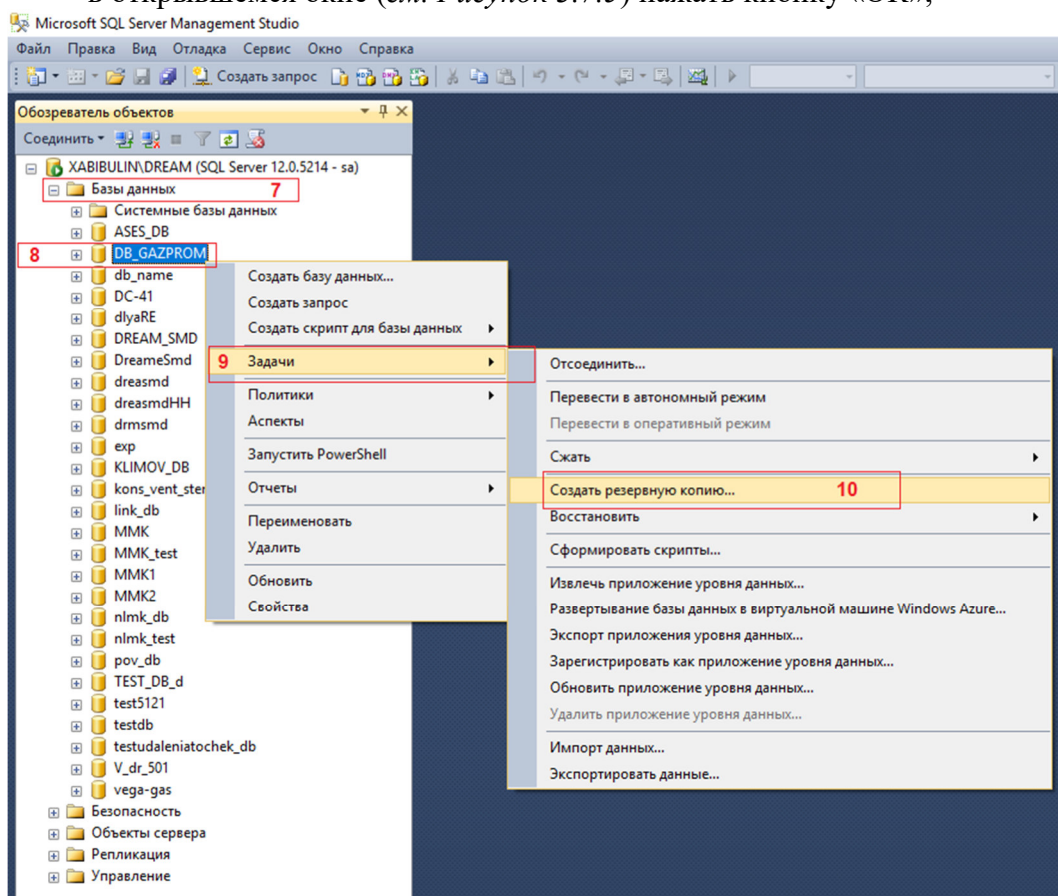

Рисунок 3.7.4
- после соединения с сервером, в новом окне (см. Рисунок 3.7.4) развернуть ветвь «Базы данных» древовидного меню, выделить необходимую базу данных, вызвать контекстное меню щелчком правой кнопки мыши и выбрать пункты «Задачи» → «Создать резервную копию...»;